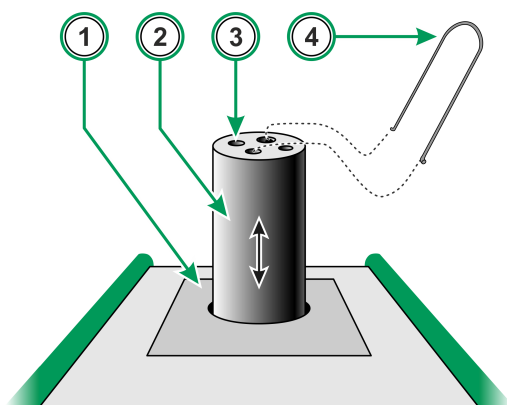

Figura 3: MC6-T, vista superior
1. **Bloque de temperatura.** Consulte también Figura 3: MC6-T, vista superior en la página 23.